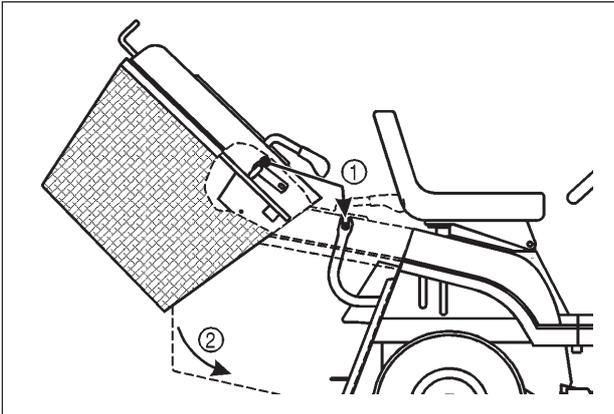

Fig. 6
POSE DU BAC DE RAMASSAGE (FIG. 6)
1. Prendre à deux mains le bac de ramassage. Lui donner un angle d'environ 40° (fig. 6)